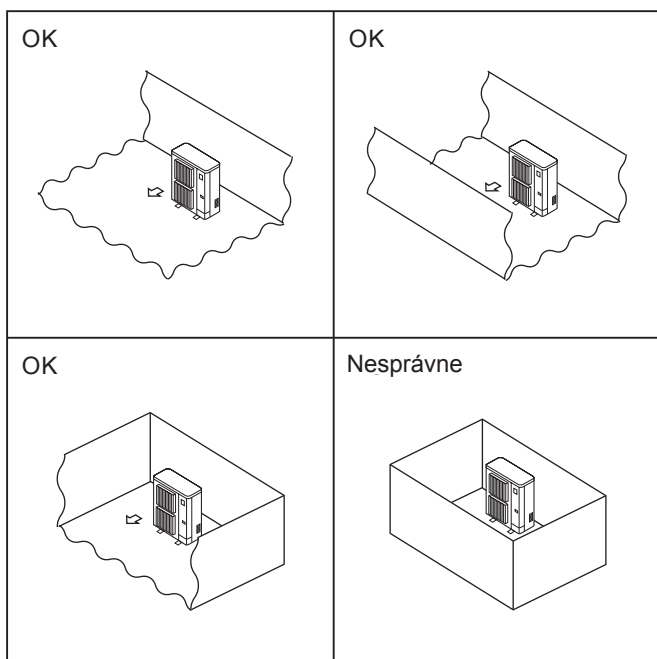

Fig. 2-1
- Exteriérové jednotky inštalujte na miestach, kde je aspoň v jednom zo štyroch smerov voľný priestor a kde je dostatok miesta bez vytvárania výstupkov. (Fig. 2-1)